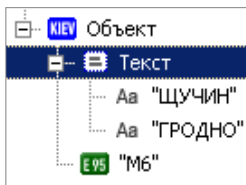

Рис. 6.11
13. В **Текст** добавленного объекта добавьте еще одну строку (рис. 6.11). В первой строке текста введите значение ЩУЧИН, во второй – ГРОДНО. Остальные параметры оставьте без изменений.